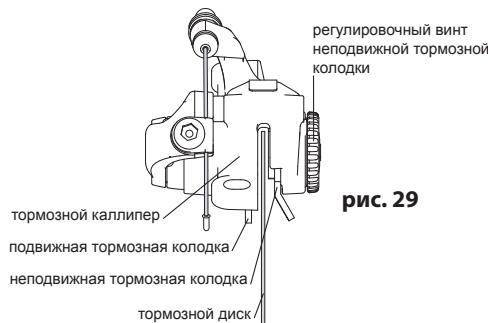

рис. 29
- используя регулировочный винт, установите неподвижную тормозную колодку таким образом, чтобы она находилась как можно ближе к тормозному диску, но при этом не задевала его при вращении колеса (рис. 29);